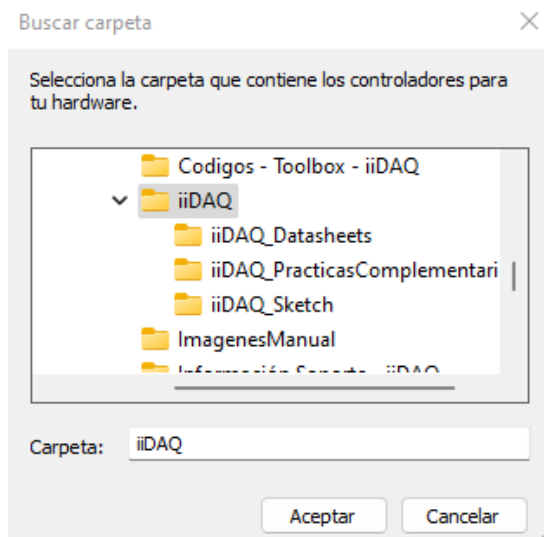

Figura B.7: Búsqueda y selección de carpeta *iiDAQ*.
6. Seleccionar la carpeta del proyecto *iiDAQ* (Figura B.7). Posteriormente, dar clic en *Aceptar*.